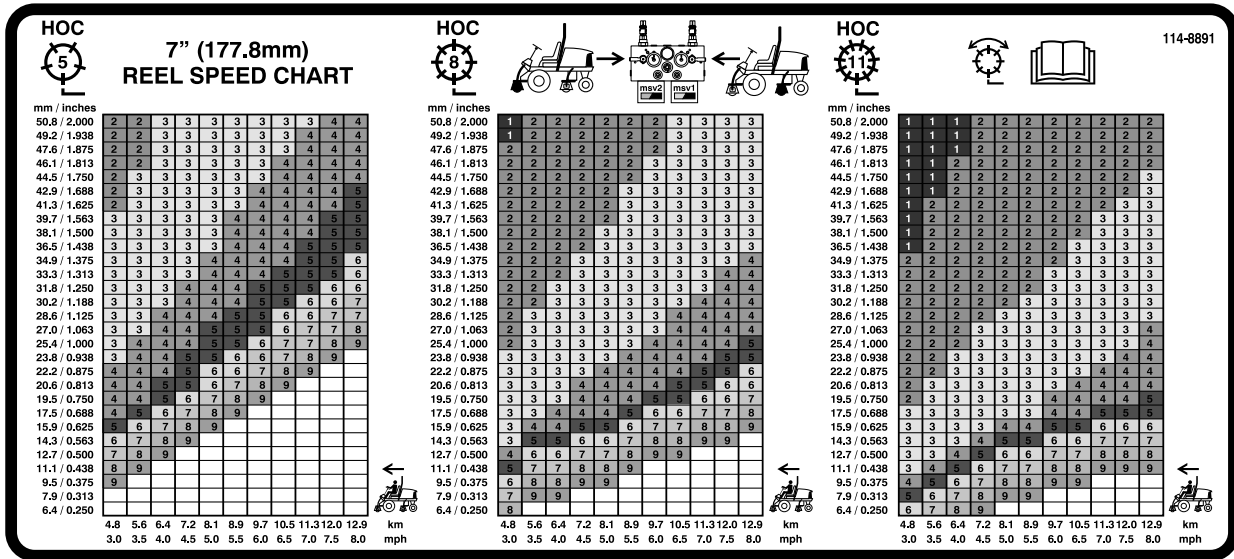

Figure 40
3. Utilisez le graphique approprié sur l'autocollant 110-0996 (Figure 40) pour le Reelmaster 5510 & 5610 avec plateaux de coupe à cylindre de 17,8 cm [7 pouces], ou l'autocollant 110-8923 (Figure 41) pour le Reelmaster 5210 & 5410 avec plateaux à cylindre de 12,7 cm [5 pouces], afin de déterminer le réglage de vitesse correct des cylindres.